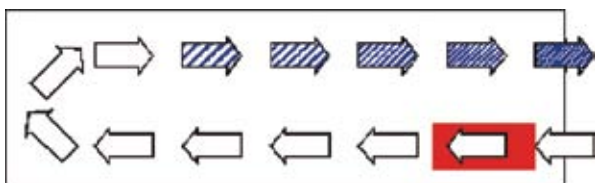

Рис. 1. Осушение воздуха методом ассимиляции
**Ассимиляция.** Метод основан на физической способности теплого воздуха удерживать большее количество водяных паров по сравнению с холодным. Он реализуется средствами вентиляции с предварительным подогревом свежего воздуха (см. рис. 1).